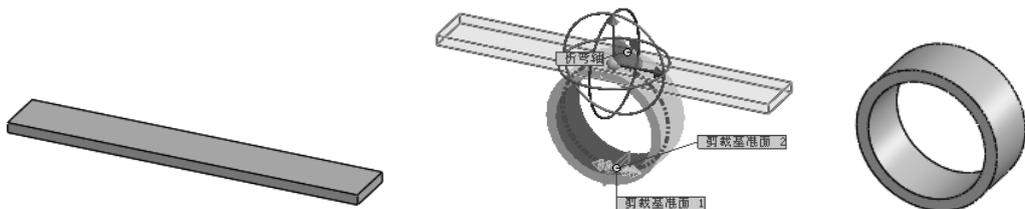

图 3-21
- 折弯：利用两个剪裁基准面的位置来决定弯曲区域，绕一条折弯线改变实体，此折弯线相当于三重轴的 X 轴，如图 3-21 所示。